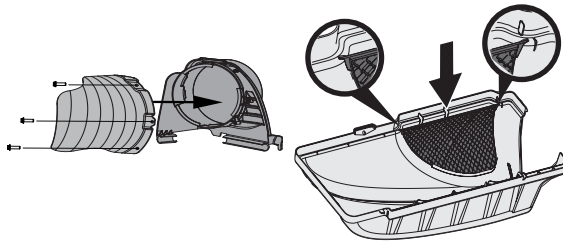

Figura 13
4. Sujete el deflector (731-18471) al soporte del canal superior usando los tres (3) tornillos proporcionados en el paquete de herrajes 689-02299. Consulte la Figura 13.